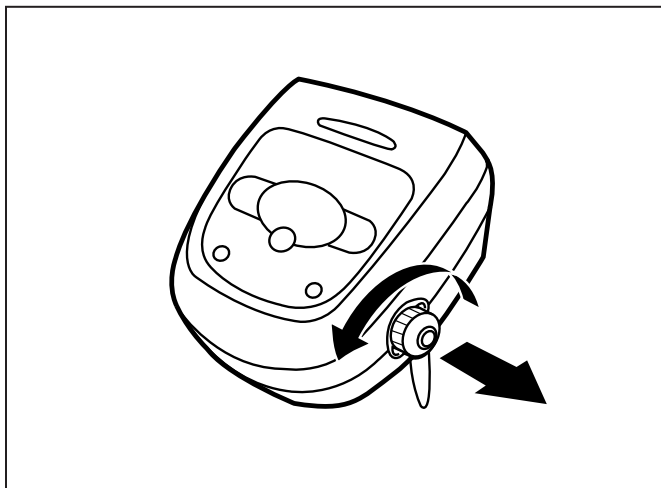

Figura 10. Retire la tapa protectora
- **EE. UU.:** Según los requisitos de NEC®, mantenga la caja de control por lo menos a (5) pies (1.5 m) del borde de la piscina. **CANADÁ:** Según los requisitos de CEC, mantenga la caja de control por lo menos a tres (3) m (10 pies) del borde de la piscina.
1. Desatornille la tapa protectora del cable flotante del costado de la caja de control girando en sentido contrario a las agujas del reloj (Figura 10).